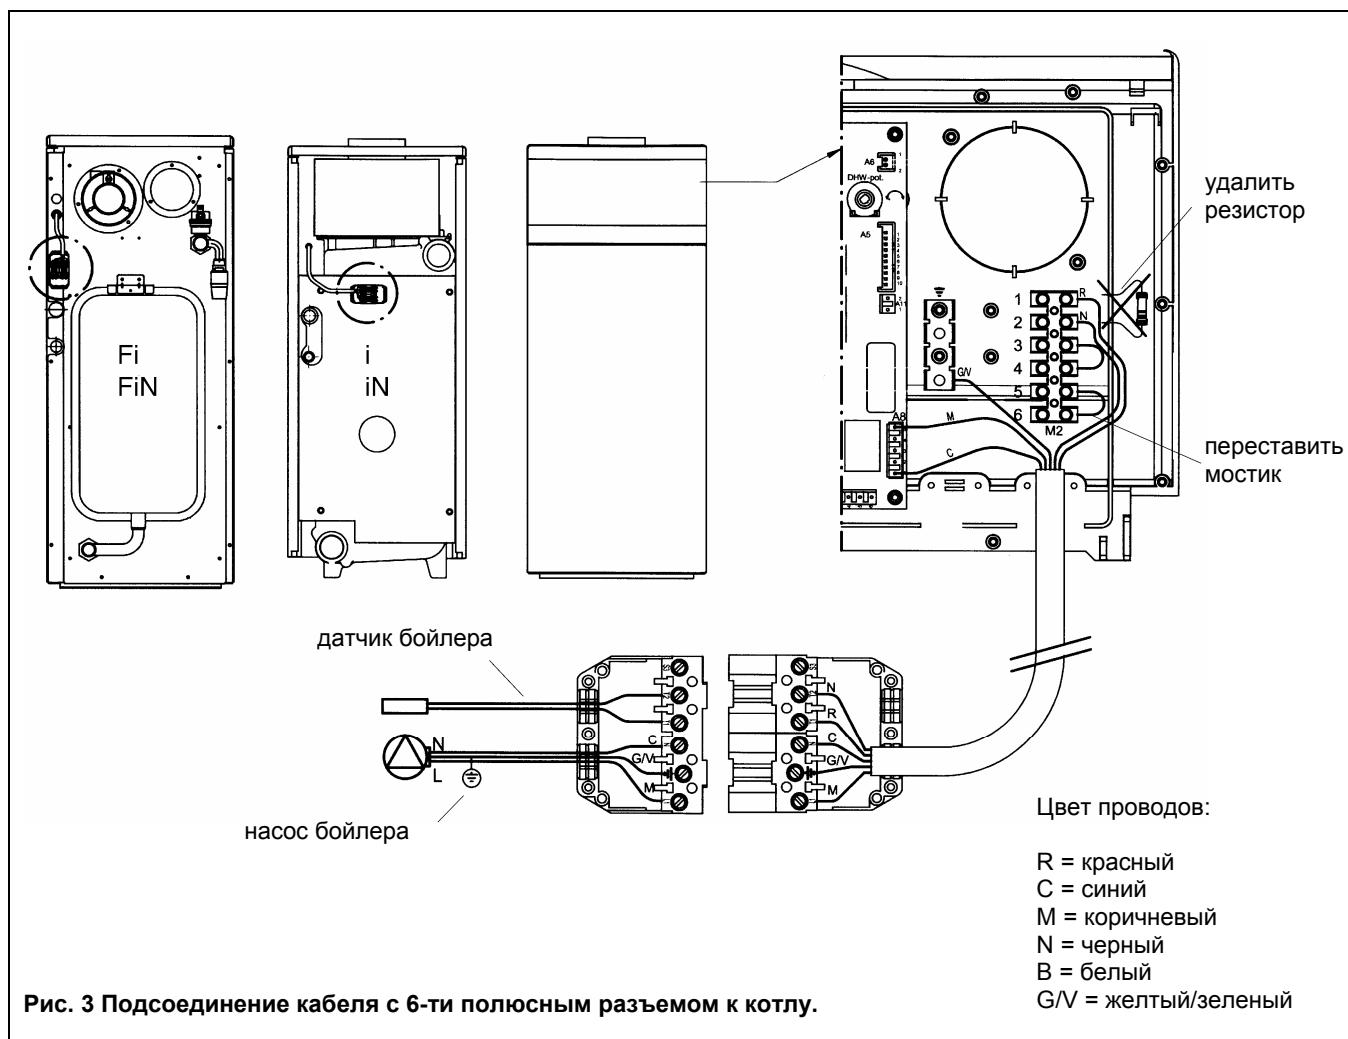

Рис. 3 Подсоединение кабеля с 6-ти полюсным разъемом к котлу.
- Подсоедините 5-ти полюсный кабель (входит в комплект поставки бойлера) к разъему A8 электронной платы котла и к клеммам 1 и 2 клеммной колодки M2 (провод черно-красный), затем удалить резистор. По окончании подсоединить кабель заземления (см. рис.3).
- Провести кабель через специальные кабелодержатели и зафиксировать 6-ти полюсный разъем с обратной стороны котла с помощью винтов, входящих в комплект поставки, затем снять крышки с разъема (рис.3).
**СМОТРИ ТАКЖЕ РИСУНОК 3**